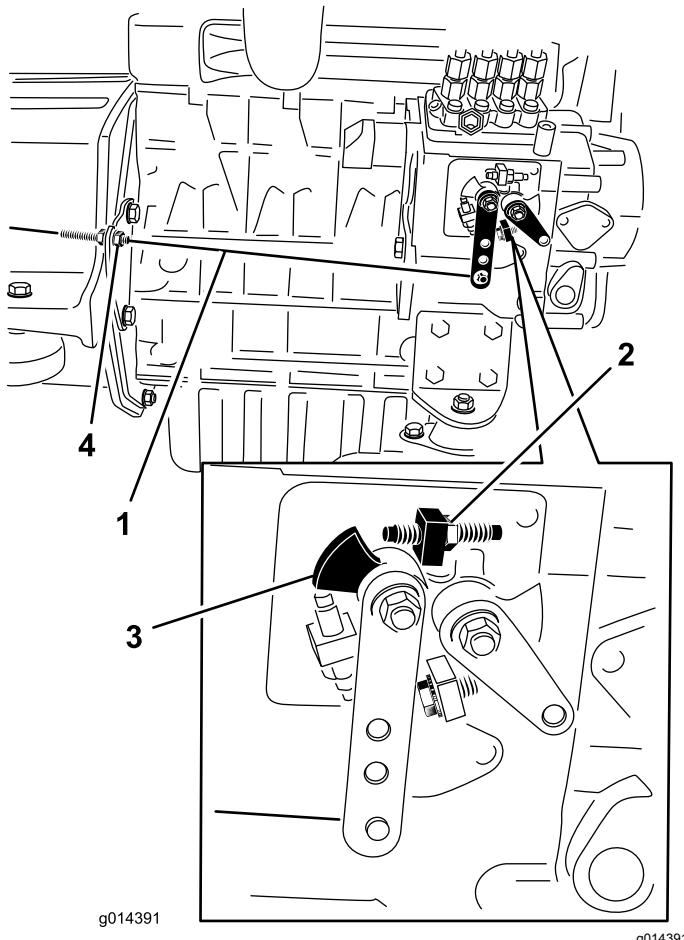

Bild 34
2. Prüfen Sie die Stellung des Fahrgeschwindigkeitshebels auf der Einspritzpumpe. Der Fahrgeschwindigkeitshebel sollte die Vollgasschraube berühren, wenn der Gasbedienungshebel in der SCHNELL-Stellung (Detent) ist (Bild 34).
3. Bei Bedarf können Sie die Stellung der Klemmmuttern am Bowdenzug einstellen, bis der Fahrgeschwindigkeitshebel die Vollgasschraube berührt, wenn der Gasbedienungshebel in der SCHNELL-Stellung (Detent) ist (Bild 34).